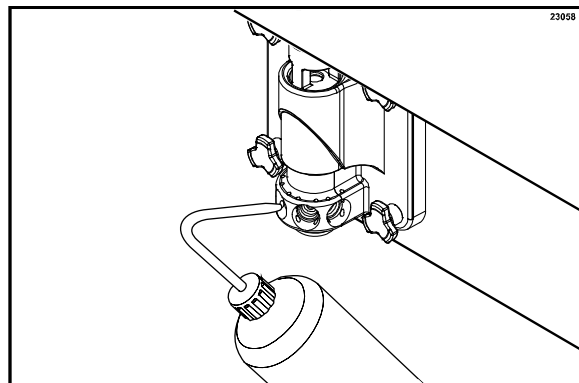

Figure 26
6. Remplir le flacon souple de solution aseptisante. Placer un seau sous la porte et insérer la partie tube du flacon souple dans l'orifice de sortie du sirop. Presser fermement le flacon. Ceci force la solution se trouvant dans l'orifice voisin à sortir et à couler autour du centrifugeur. Cette procédure doit être effectuée un minimum de 10 secondes par orifice (Cf. Figure 26).